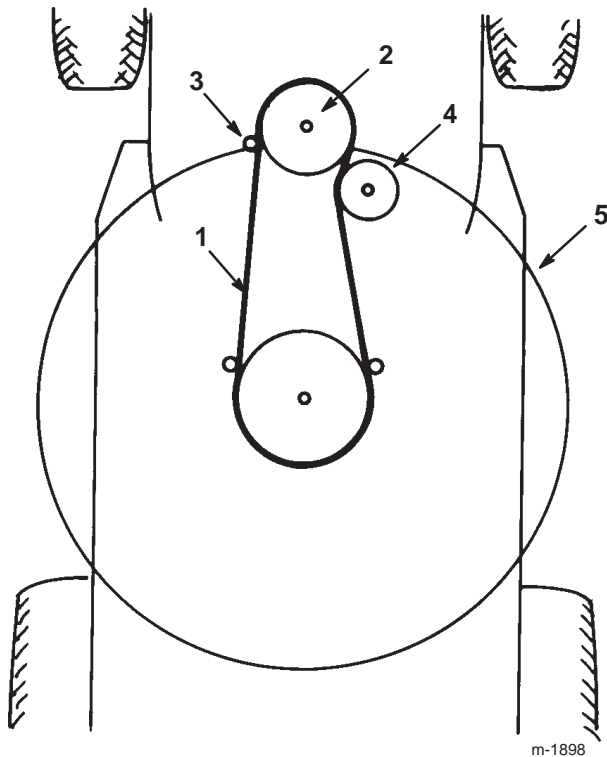

Bild 38
18. Nehmen Sie den Mähwerkriemen von der unteren Motorscheibe ab (Bild 38).
10. Montieren Sie den Mähwerkriemen an der unteren Motorriemenscheibe (Bild 38).